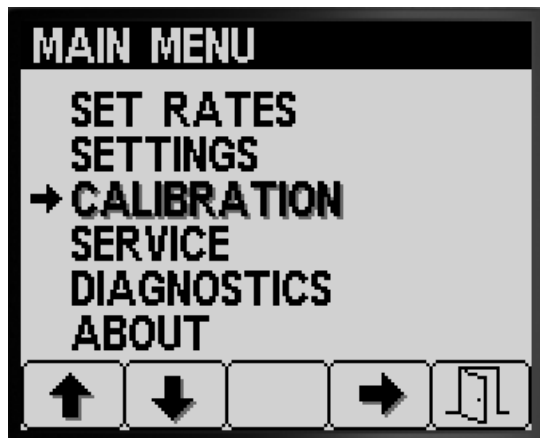

図 39
2. キャリブレーション画面へ行くには、メインメニューでボタン 1 または 2 を何度か押して CALIBRATION へ移動します 図 39。
3. ボタン 4 を押してキャリブレーションのサブメニューを選択する 図 39。